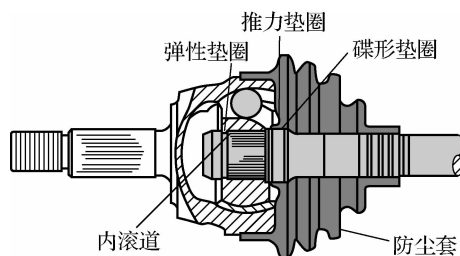

图 6-56 球笼式等速万向节的结构
(2)目视检查球笼式与三球销式万向节的防尘套是否有漏油、老化或损伤,如图 6-56 所示。